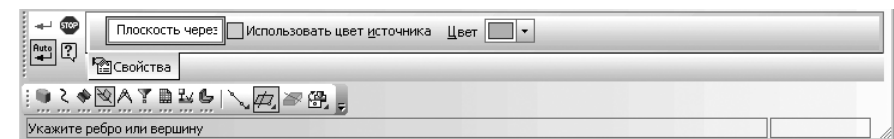

Рис. 8.8. Панель свойств: **Плоскость через ребро и вершину**,
- переместите указатель мыши с нажатой левой кнопкой мыши на кнопку **Плоскость через ребро и вершину** и отпустите кнопку мыши. Появится **Панель свойств: Плоскость через ребро и вершину**, показанная на рис. 8.8. **Панель свойств: Плоскость через ребро и вершину** позволяет создать одну или несколько вспомогательных плоскостей, каждая из которых проходит через прямолинейный объект и точку. Опорным прямолинейным объектом для построения плоскости может служить ребро, вспомогательная ось или отрезок в эскизе. Опорной точкой может быть вершина, характерная точка графического объекта в эскизе (например, конец отрезка, центр окружности и т.п.) или начало координат. Рассмотрим на том же примере построение **Плоскости через ребро и вершину**.